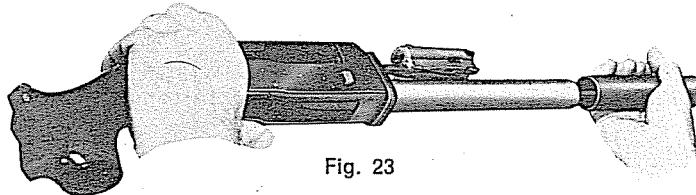

Fig. 23
- c) Ponendo il gruppo calcio culatta con la finestra di espulsione verso l'alto, con la mano destra impugnare il manicotto (tav. 2^a - P) e sfilarlo verso l'avanti, facendo fuoriuscire il gruppo otturatore dalla culatta (fig. 23).
- c — hold stock-receiver assembly with the ejection port upward, with the left hand; with the right hand grasp the action bar sleeve (P - Table 2) and slide it forward off magazine tube to withdraw the bolt assembly from the receiver (fig. 23).
- c — tenir l'ensemble crosse-boîte de culasse avec la fenêtre d'éjection vers le haut, avec la main gauche; avec la main droite saisir le manchon du bras de commande (table 2 - pièce P) et le séparer du groupe en le tirant vers l'avant pour faire sortir le groupe culasse mobile de la boîte de culasse (fig. 23)